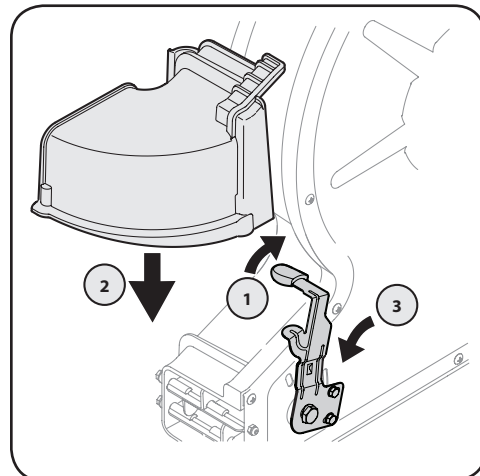

Figura 4-4
1. Gire la palanca direccional del soplador totalmente hacia la derecha, hasta la posición más elevada. Consulte la Figura 4-4.
3. Gire la palanca direccional del soplador hasta la posición media para trabar el accesorio del canal en su lugar. Consulte la Figura 4-4.